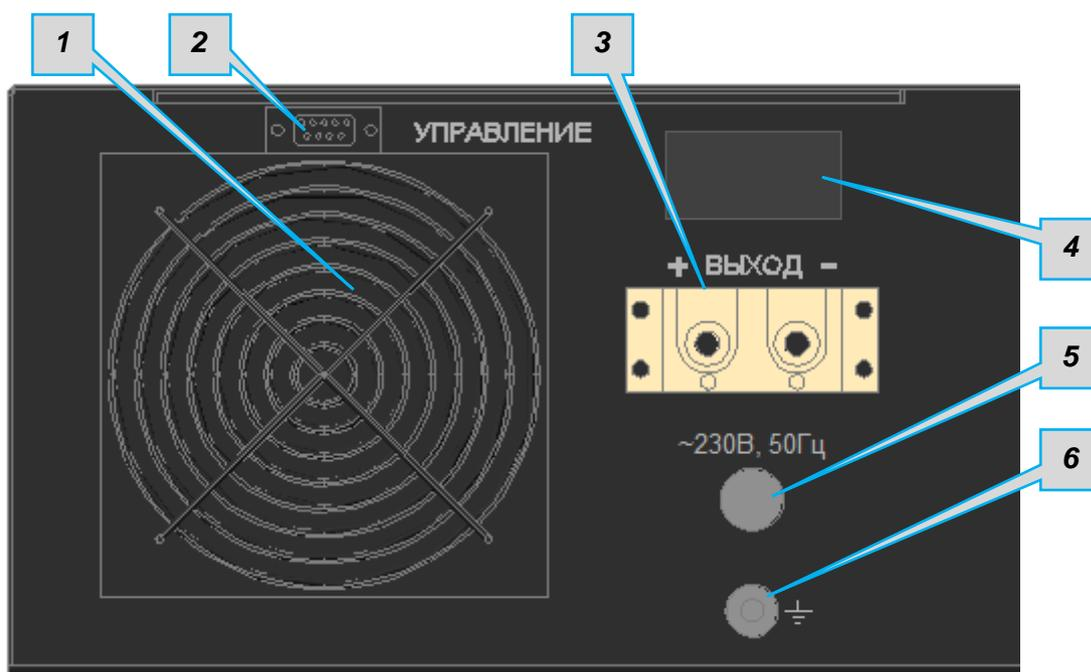

Рис. 3. Задняя панель ИП.
На задней панели корпуса ИП (Рис. 3) расположены:
- з) проверить, что к выходному отверстию вентилятора (см. Рис. 3, поз.1), обеспечивается свободный доступ воздуха, а воздухозаборные отверстия на верхней и боковых панелях корпуса ИП не загорожены посторонними предметами.